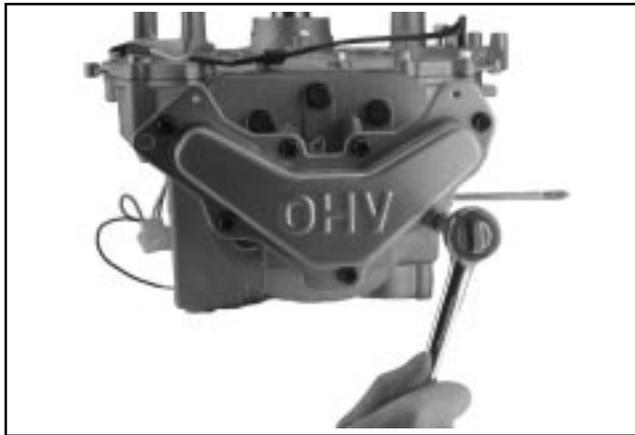

Figure 8-26. Dépose des vis du couvercle de soupape.
1. Retirer les sept vis maintenant le couvercle de soupape et les consoles attachées. Voir la Figure 8-26.